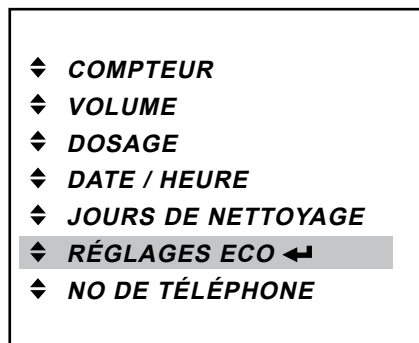

Fig. 38
- Appuyez sur la touche d'entrée ◀, pour afficher le menu « RÉGLAGES ÉCO ». (Fig. 38)